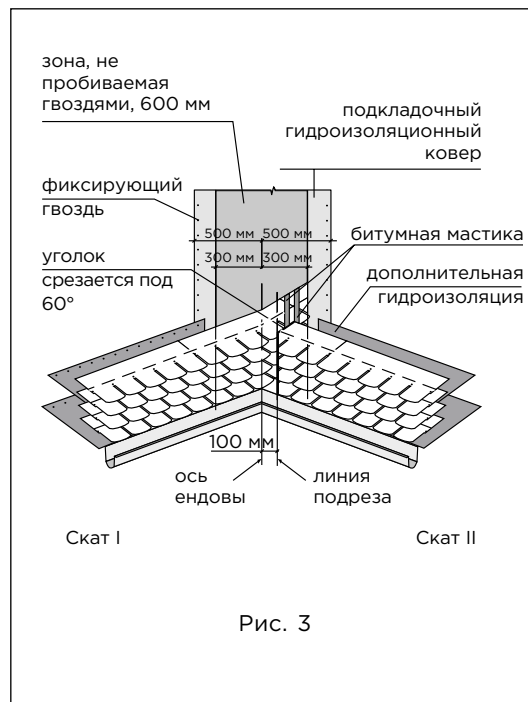

Рис. 3
Ендова (рис. 3)
- лист, подходящий к ендове со ската II, должен доходить до линии подрезки и обрезаться по ней. Верхний уголок обрезанного края листа подрезается под углом 60° (50×30 мм — рис. 3);